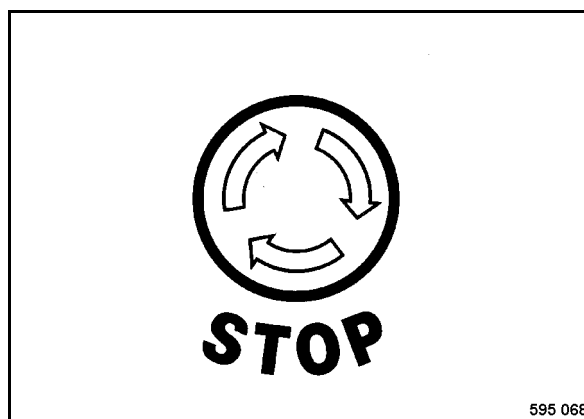

Fig. 117
- Azionare l'interruttore di arresto d'emergenza (Fig. 117).